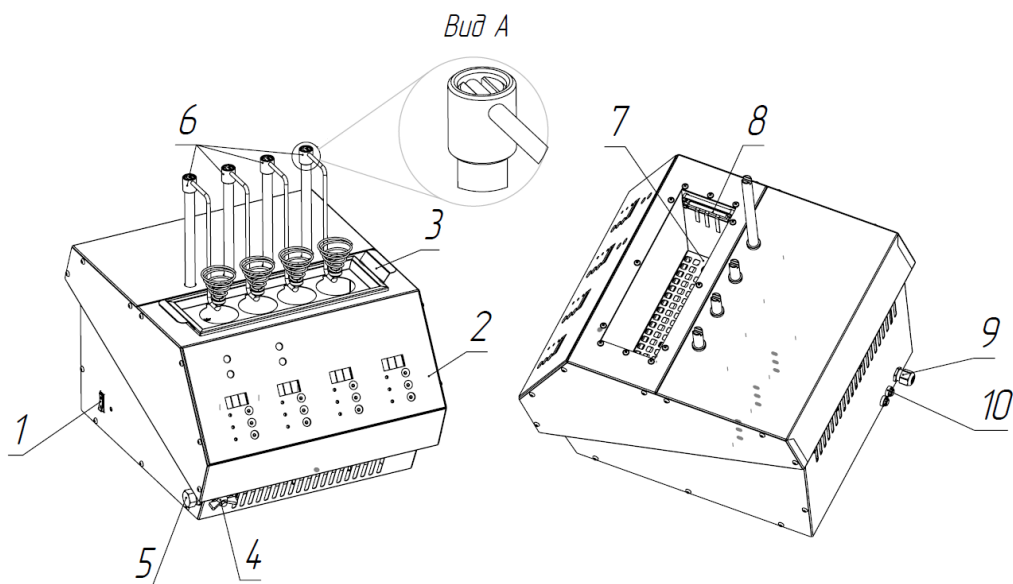

Рис.1. Общий вид.
Основные части изделия (Рис.1):
1,2,3,4 — Панель управления штоков поз.6 (рис.1).
3.5. При работе убедиться, что перемычки во втулках кронштейнов лежат в пазах штоков (см.рис.1 Вид А), чтобы избежать поломки при опускании и подъеме штока.
4.4. Установить на место съемный лоток (поз.3), съемную защитную решетку ТЭНа (поз.7), повесить кронштейны (поз.6) на выдвижные штоки (Рис.1 Вид А)
- Установить выключатель 1 в положение « I » (рис.1). Штоки, которые находились в нижнем положении поднимутся и начнется нагрев воды.
4.7. По окончании работы установите выключатель на боковой стенке изделия поз.1 (рис.1) в положение «0» («Выключено») и выньте вилку из розетки, при этом сигнальная лампа «Сеть» должна погаснуть.